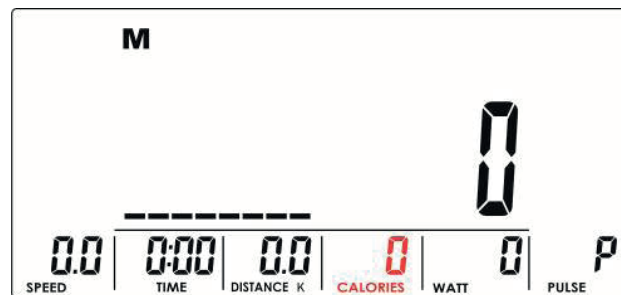

Abbildung 22
3. Umfassen Sie während der Messung beide Handpulssensoren. Sobald die Konsole den Puls erfasst, zeigt der LCD Bildschirm === für acht Sekunden an (Abb. 22), bis die Messung beendet ist.